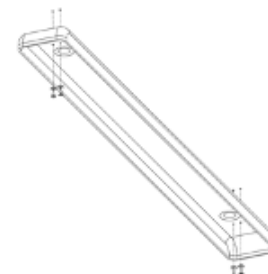

Рис. 1
- Произвести монтаж светильника, как показано на Рис.1.
- Коричневая/белая жила/Промаркированный провод 1 – Фаза (L);
- Синяя жила/Промаркированный провод 2 – Ноль (N);